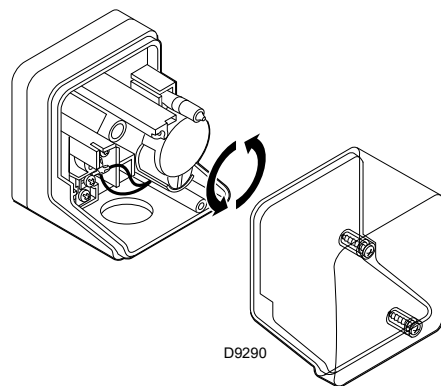

Fig. 31
- régler le pressostat gaz seuil minimum en début d'échelle (Fig. 31 à la page 30);
Effectuer le réglage du pressostat gaz seuil minimum (Fig. 31) après avoir réglé le brûleur, les vannes de gaz et le stabilisateur de rampe.